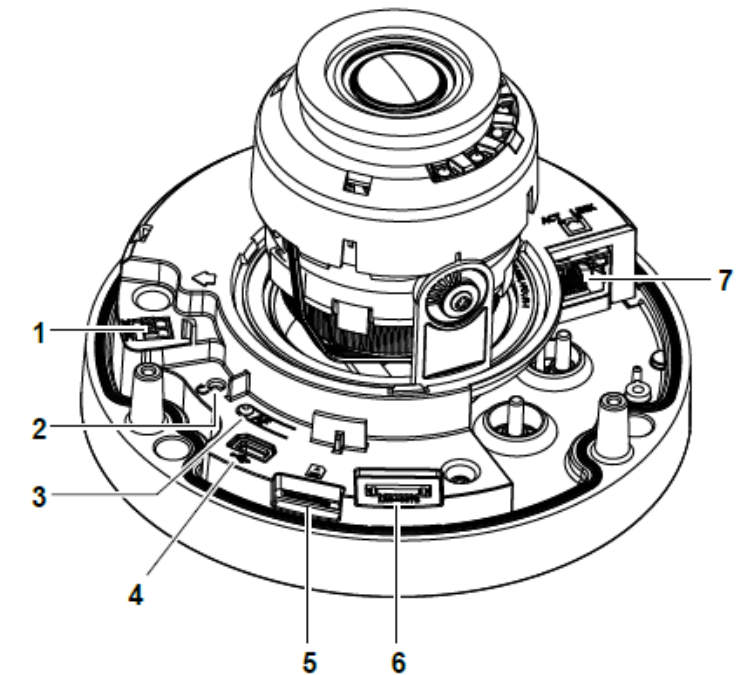
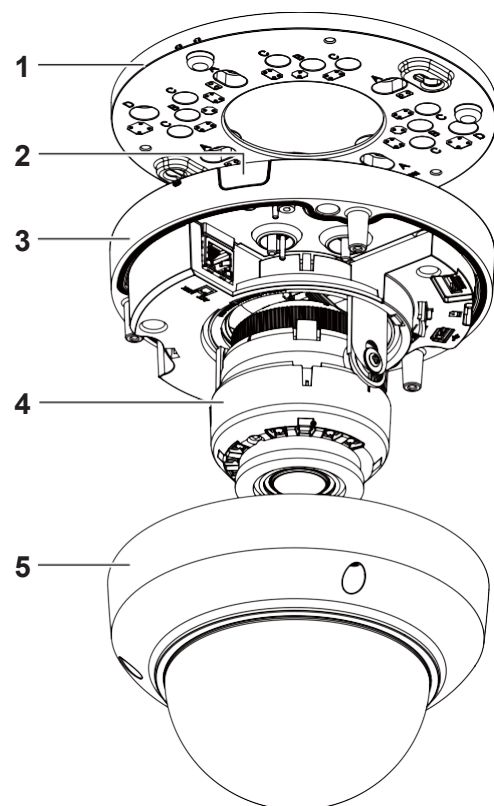

Figura 2
Figura 1
4. Svitare le tre viti sulla cupola della telecamera (5) (Figura 1) per rimuovere la cupola dalla base della telecamera (3) (Figura 1).
### Pulsanti e connessioni della telecamera: Figura 2
### Parti della telecamera: Figura 1
7. Prima di bloccare la piastra di montaggio (1) (Figura 2) sulla base della telecamera, far passare il cavo attraverso la fessura di ingresso laterale del cavo sulla base della telecamera (2) (Figura 1)  attraverso il foro per il cavo nella piastra di montaggio della telecamera.